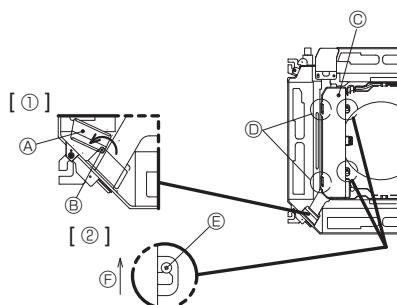

Fig. 5-4
- Kablo girişindeki (isteğe bağlı VALF KİTİ bağlantı kablosu) elektrik kablosu servis panelini sabitleyen tek vidayı gevşetin, ardından servis panelini şekilde gösterilen konuma döndürün. [Fig. 5-4 ①]
- Elektrikli kutusu kapağını sabitleyen iki vidayı sükün ve ardından elektrik kutusu kapağını kaydırarak çıkarın. [Fig. 5-4 ②]